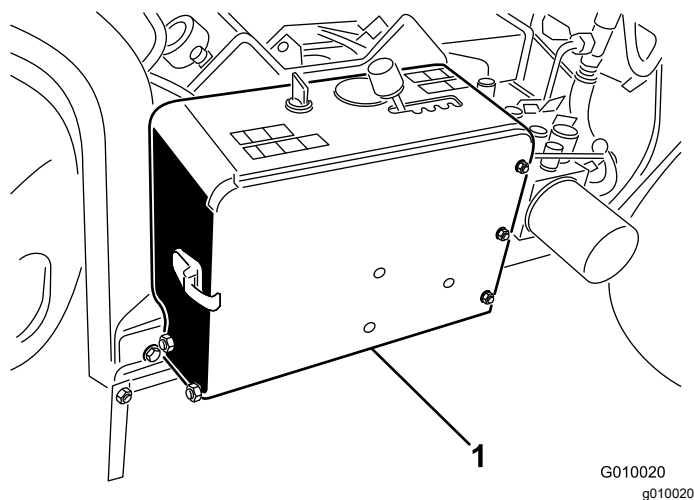

図 50
1. ラッチを外し、バッテリーボックスのカバーを開く 図 50。